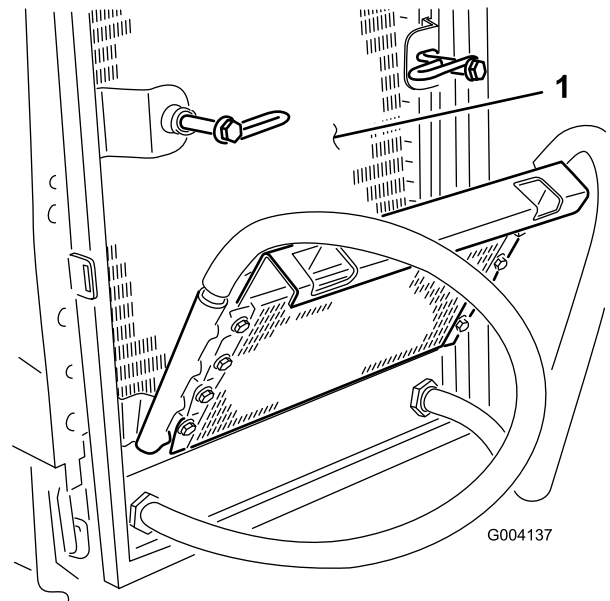

Bild 59
6. Reinigen Sie beide Seiten des Ölkühlers und des Kühlers gründlich mit Druckluft (**Bild 59**).